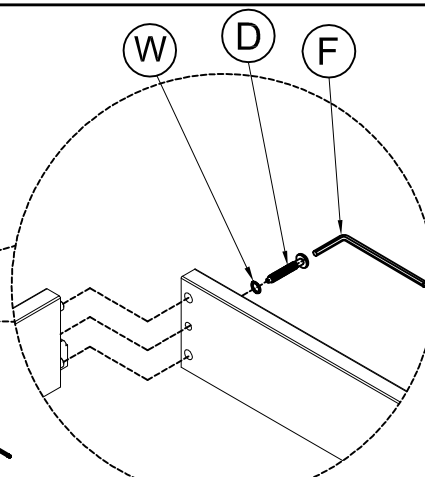

FIG 1.3
- Rattachez la Pièce Avant (B) aux Pièce Latéral (C.L & C.R) en vous servant de (2 pcs) boulons Allen de 1 3/8" (35 mm) (D), rondelle de ressort (W) comme indiqué sur la figure 1.3.
- Serrer tous boulons à l'aide de la Clé Allen (F).